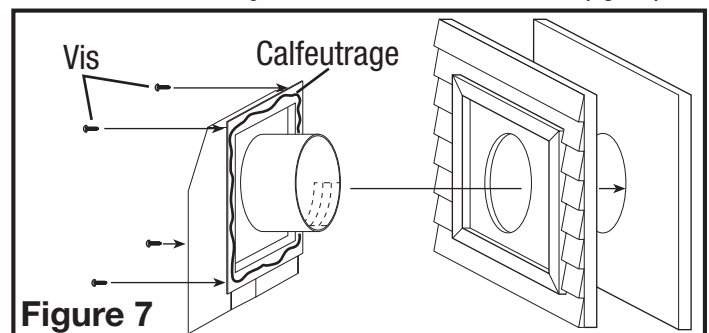

Figure 7
10. Sur la bride intérieure du châssis, appliquer une quantité généreuse de calfeutrage et installer le châssis au travers du trou et sur les bandes de gainage et serrer en place avec des vis ou des clous (non-compris) au travers des trous pré-percés sur les quatre coins du châssis. Sceller la bride avec du calfeutrage à l'endroit où le châssis rencontre le mur (**Figure 7**).